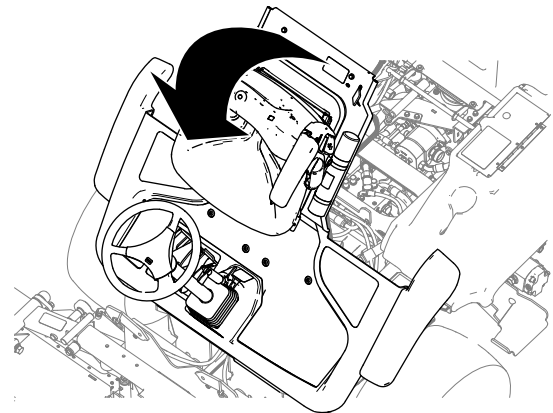

Figura 41
2. Eleve la plataforma (Figura 41).